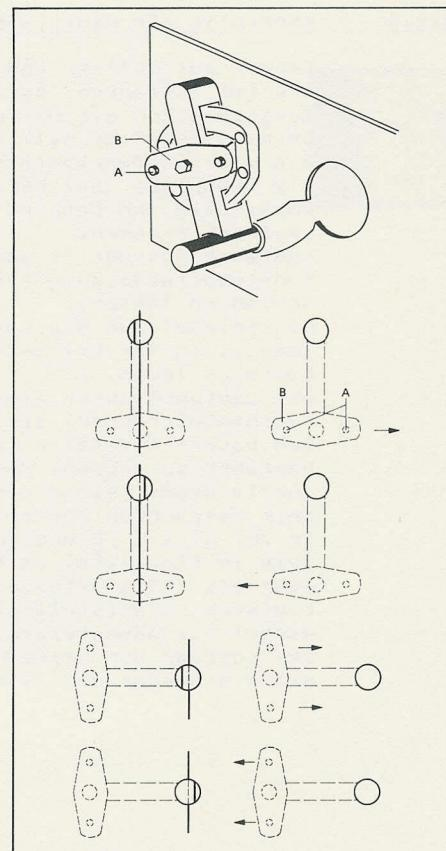

Fig. 4.20
- Die Lagerplatte kann nun gemäss Fig. 4.20 verschoben werden. Bei korrekter Position Schrauben {A} wieder festdrehen.